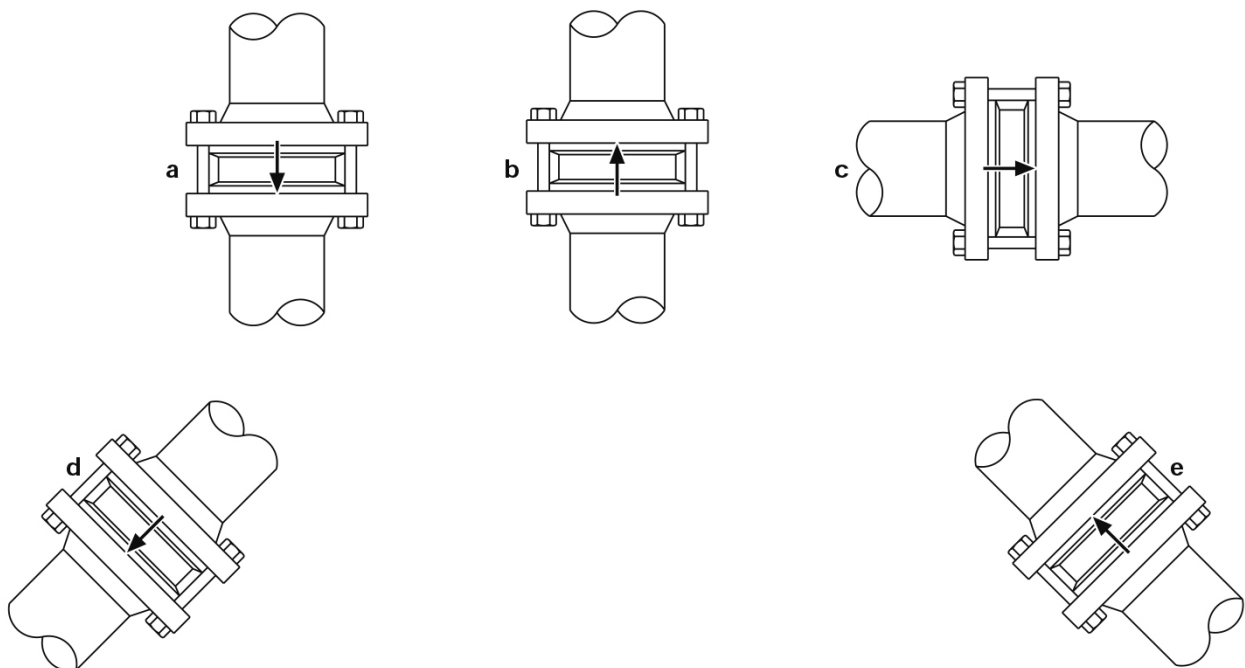

Fig. 4
3.5 Les clapets de retenue sont simplement installés entre deux brides (voir Figure 4). Des joints standards sont utilisés sur chaque face du clapet ainsi que de plus longues vis ou goujons.